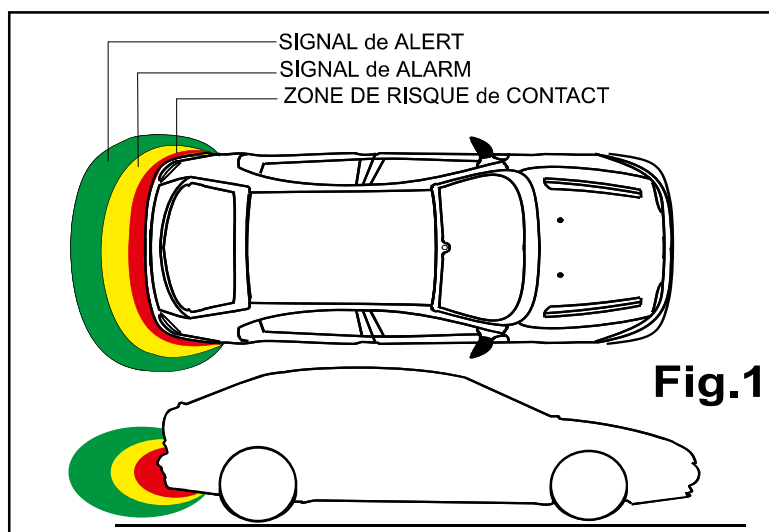

Fig.1
L'activation du dispositif est obtenue lors du passage de la marche arrière et confirmée par un signal de "OK". Une fois activé, le EPS-DUAL 4.0 génère environ le pare-chocs, sur lequel est installé, une zone de protection (Fig. 1). Si un obstacle se présente dans la zone de protection et tend à se rapprocher du pare-chocs, vous entendrez une série de bips.
**REMARQUE:** - Les distances de détection varient selon l'emplacement. Elles sont inférieures sur les côtés des pare-chocs (Fig. 1) et varie en fonction de la taille de l'obstacle
En présence de pluie ou par temps très humide, le système réduit automatiquement sa sensibilité afin d'éliminer une partie des fausses alarmes qui pourraient être données par le mouvement de l'eau sur le pare-chocs. Dans cette situation, la zone de pré-alarme est supprimée et seul le signal d'alarme et de risque de contact est maintenu (Fig. 1).